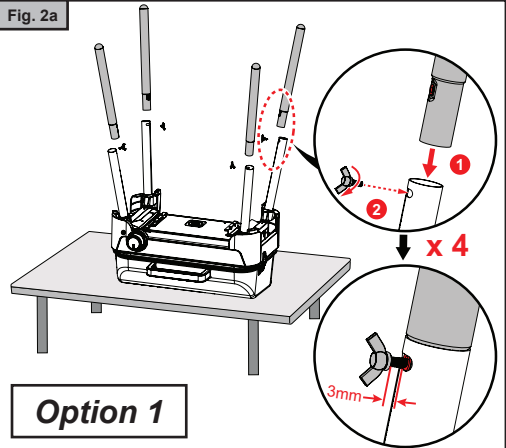

Fig. 2b
- 2.c. Poser l'étagère inférieure sur les vis papillons en positionnant sur la droite la forme emboutie destinée à recevoir la cartouche de gaz (Fig. 2b).
- 2.d. Serrer les vis papillons (Fig. 2b).